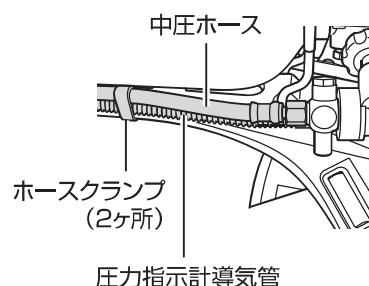

図3 取付状態
- ・このとき中圧ホースおよび圧力指示計導気管を固定するホースクランプが付いていることを確認してください。(図 3 参照)
- ・中圧ホースおよび圧力指示計導気管が背板に沿っていることを確認してください。(図 3 参照)